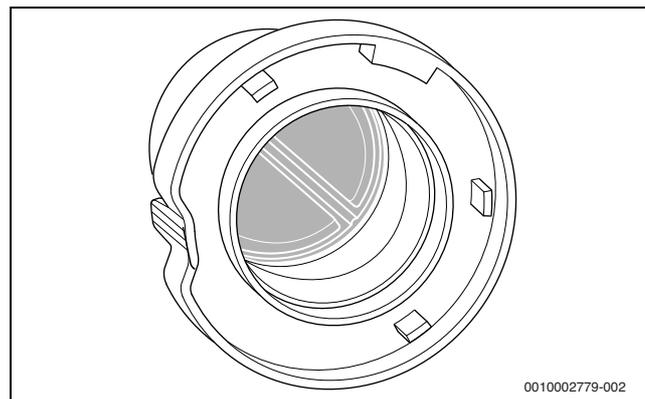

Fig. 71 Membrana nel dispositivo di miscelazione
- ▶ Smontare il dispositivo di miscelazione (→ fig. 71).